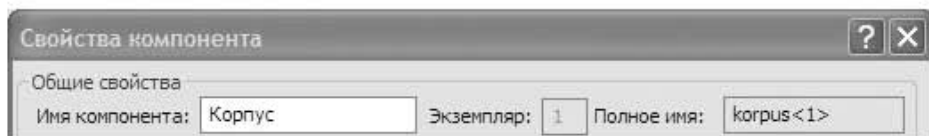

Рис. 6.5. Фрагмент диалогового окна **Свойства компонента**
13. Если вы хотите, чтобы в дереве конструирования отображались не имена файлов, а читаемые названия компонентов, войдите в меню **Инструменты** ▶ **Параметры** ▶ **Внешние ссылки**, снимите флажок у опции **Обновить имена компонентов, когда документы заменяются**. Щелкните правой кнопкой мыши на имени компонента в дереве конструирования, выберите **Свойства компонента** , измените название компонента (рис. 6.5).